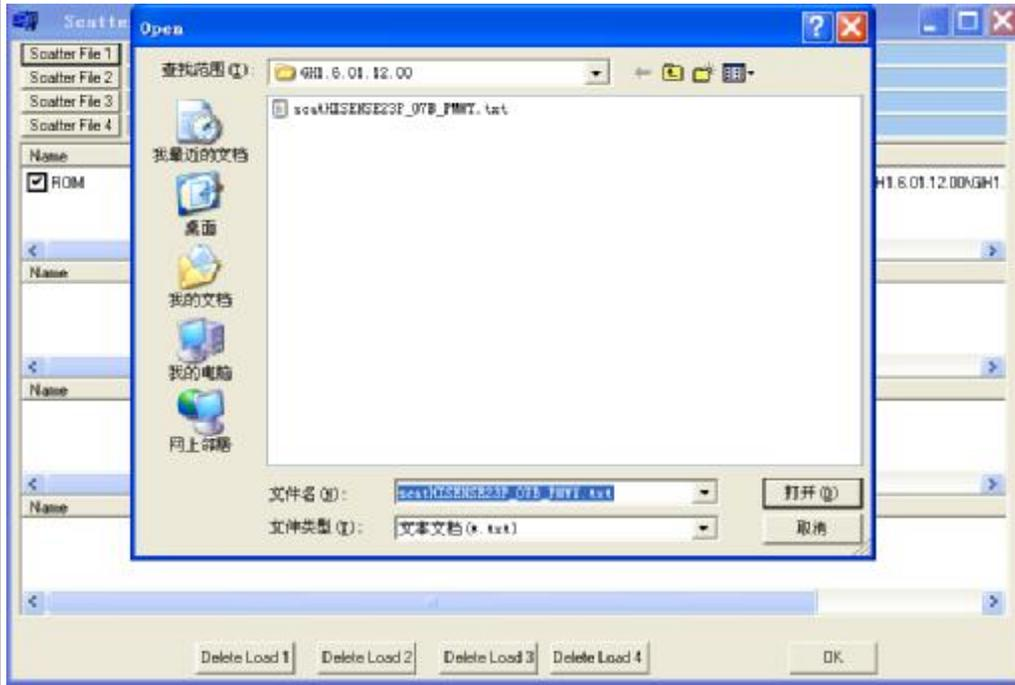

图 4
- 2) 在相应的位置上选择 SCATTER file 1 上选择对应的 GSM 软件包中的 Scat*****.txt 文件，如图 4，5 所示。